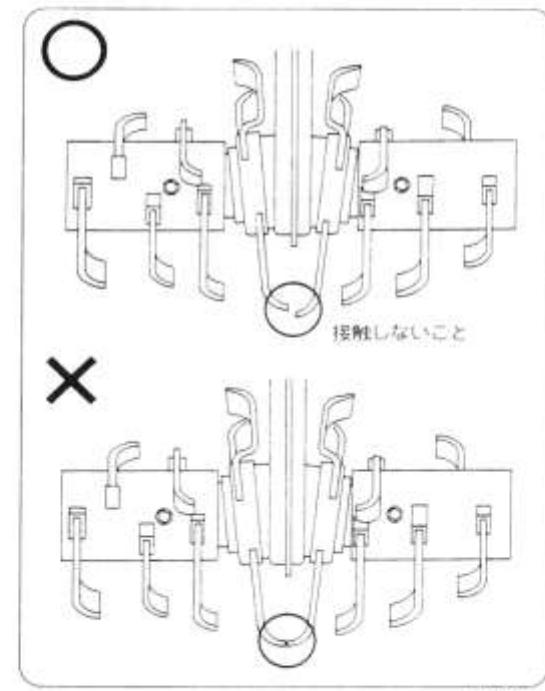

図38
- ② クロス刃受を手で回転させて左側と右側の爪が接触していないことを確認してください。(図38)